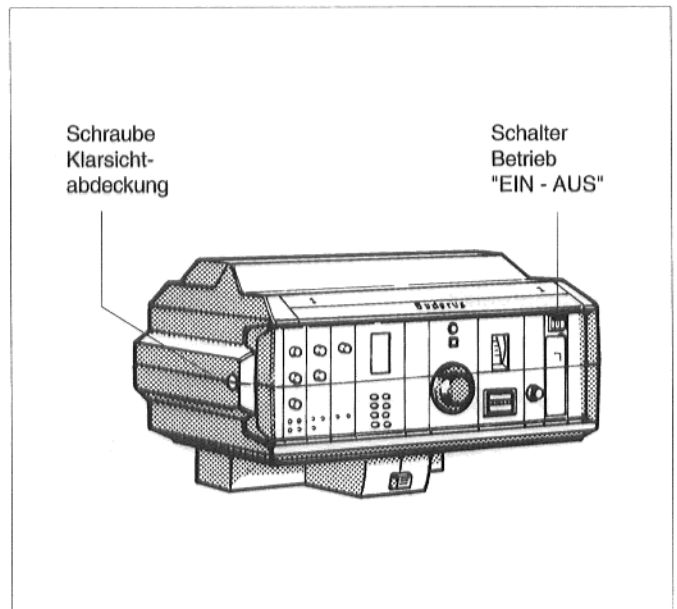

Abb. 16: Regelgerät HS 3220
Schraubenschlitz der Klarsichtabdeckung des Regelgeräts (Abb. 16) in waagerechte Stellung bringen, z.B. mit einer Münze. Klarsichtabdeckung nach vorne abnehmen.
- Schalter Betrieb (Abb. 16 bzw. 17) in Stellung 0 (AUS) stellen.